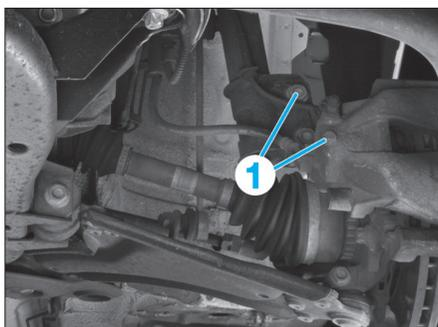

FIG. 2
- Desserrer les boulons de fixations inférieurs (1) de l'élément de suspension sur le pivot (Fig.2).